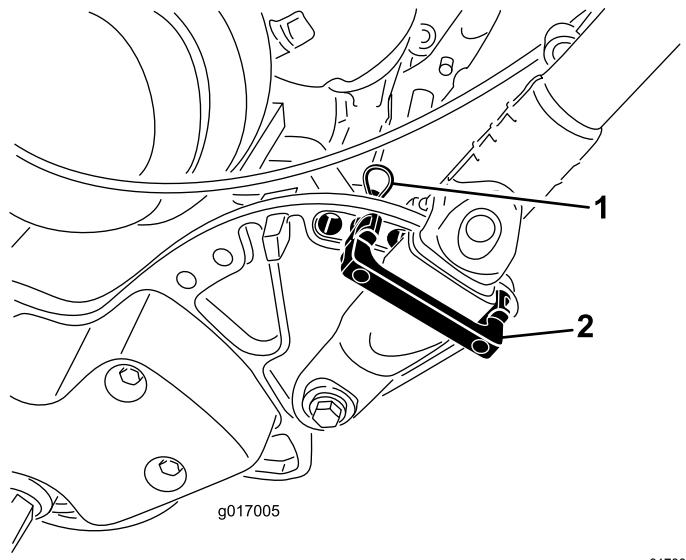

Figura 8
1. Enquanto apoia o manípulo, remova as braçadeiras de cabos que prendem os grampos do manípulo às placas laterais \(Figura 8\).
2. Rode o manípulo para a posição de operação desejada e coloque um fixador do manípulo por cima do grampo e nos orifícios de alinhamento na placa lateral \(Figura 8\).
3. Mantenha o fixador na posição com um perno de gancho \(Figura 8\).